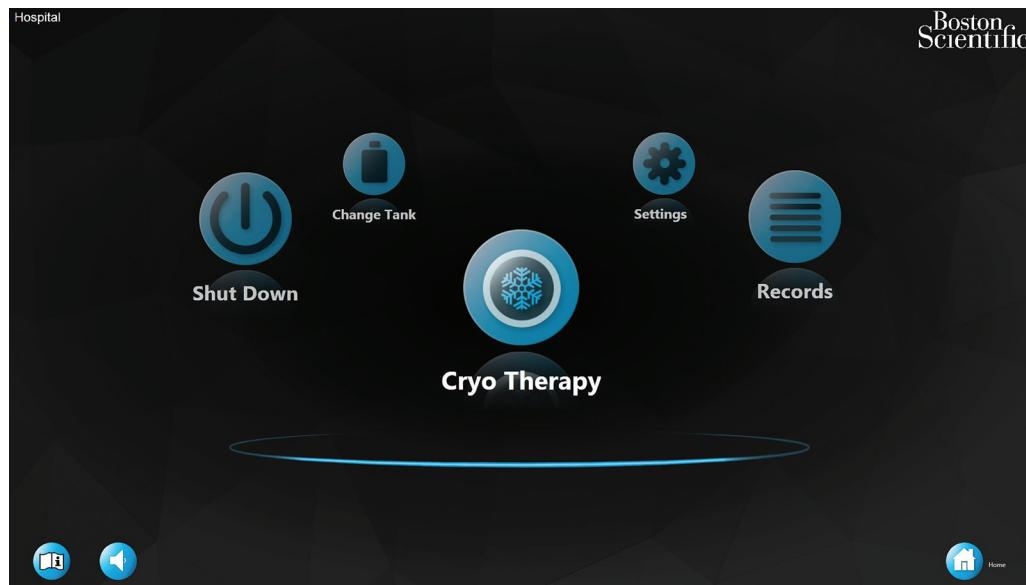

Figure 2. Écran d'accueil
4. L'écran d'accueil s'affiche une fois que la Console SMARTFREEZE a terminé la procédure de démarrage (Figure 2).